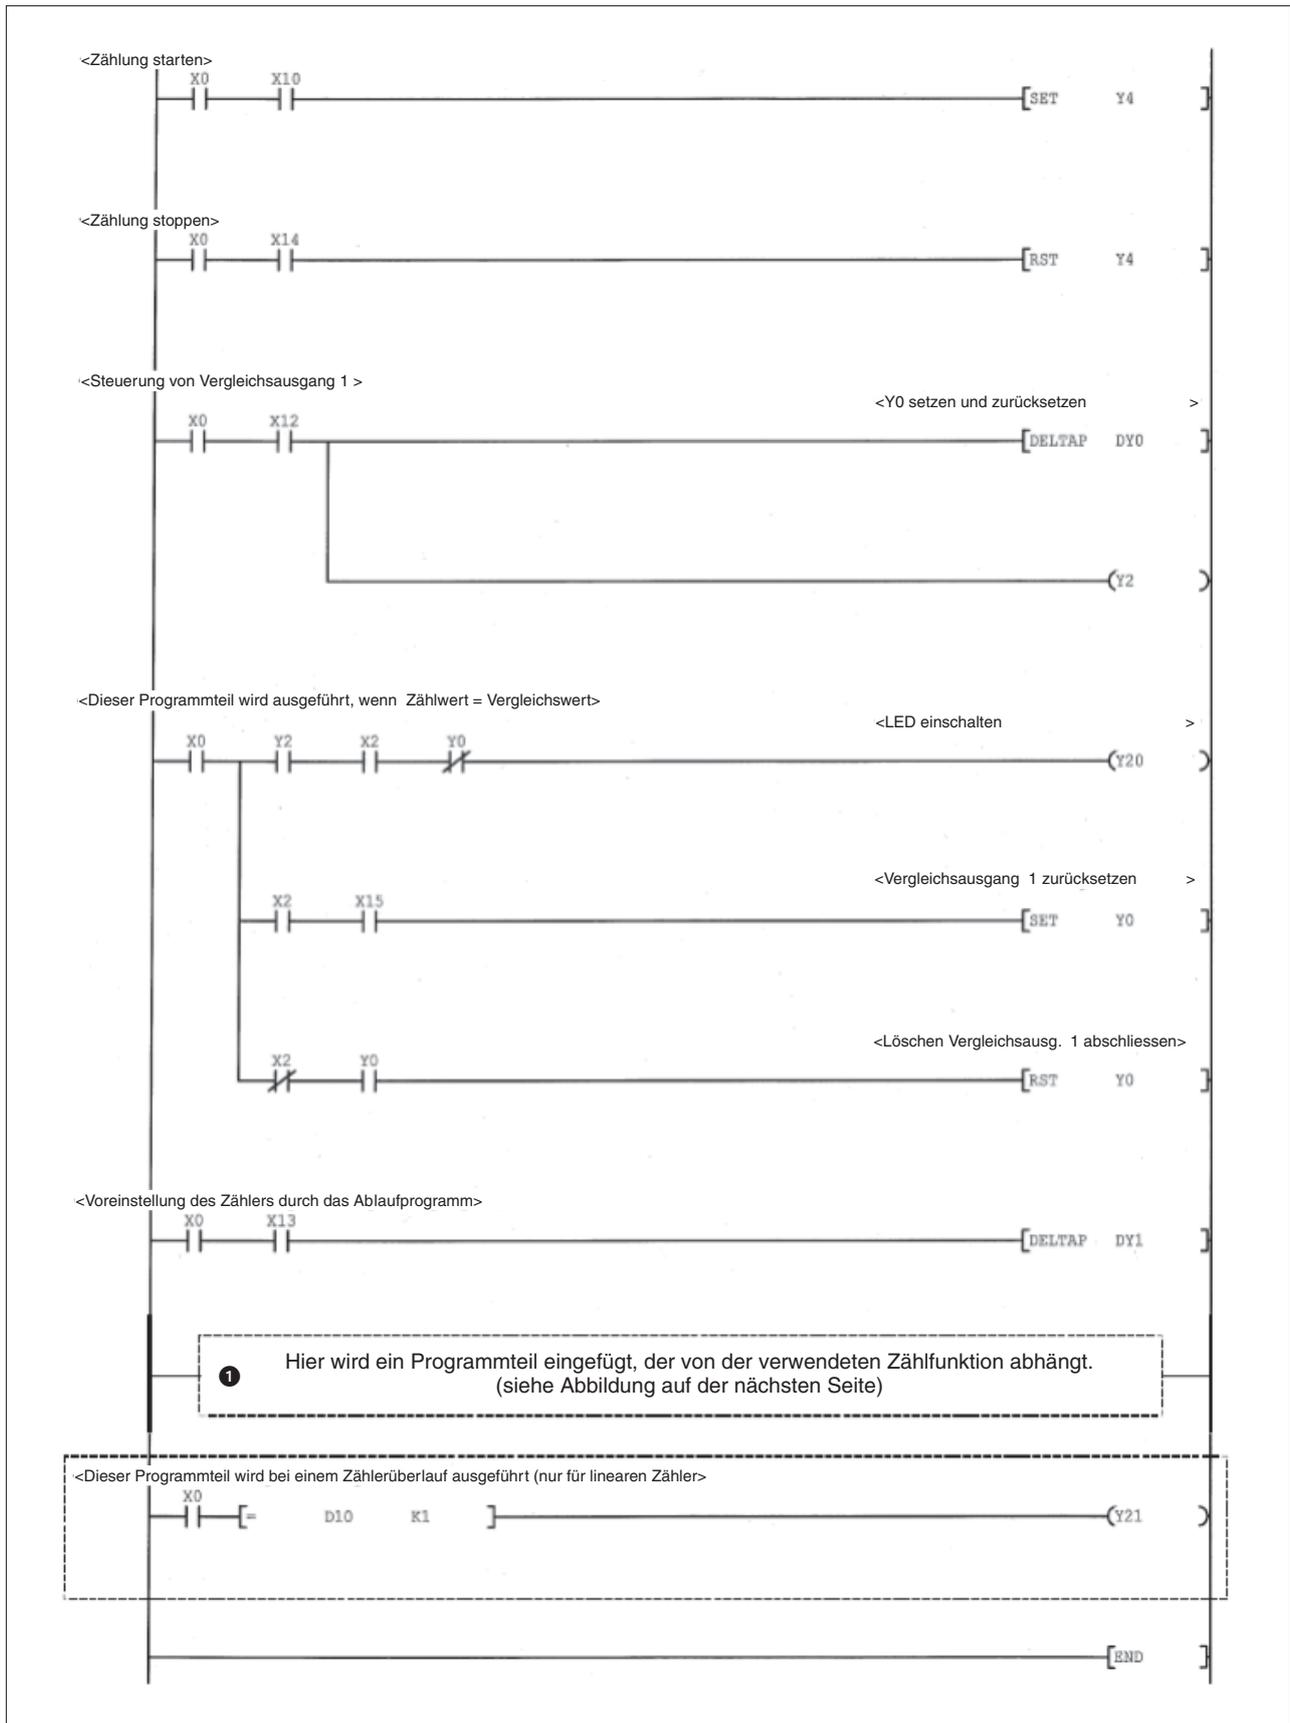

Abb. 9-4: Beispielprogramm zur Steuerung eines Zählermoduls QD62 (D/E)
Zur Komplettierung des in Abb. 9-4 dargestellten Programms muss noch die Steuerung der Zählfunktion an der Position ① eingefügt werden. Die dafür erforderlichen Programmsequenzen hängen von der gewählten Zählfunktion ab.